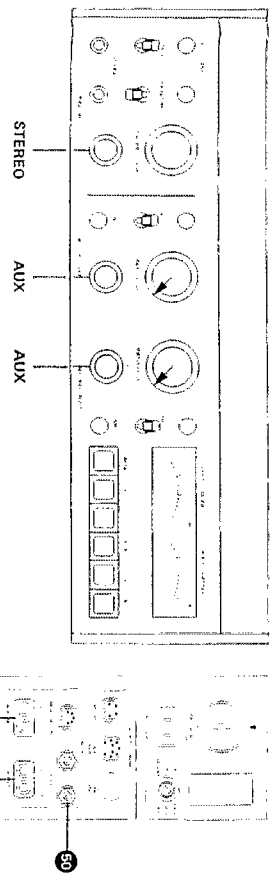

Fig. 6.4-3
- Bedienungselemente nach Fig. 6.4-3 einstellen.
- Set operating controls as per fig. 6.4-3.
- NF-Generator an Anschluss **AUX INPUT (49)** parallel anschließen.
- NF-Multivoltmeter an Ausgang **OUTPUT (51)** anschließen.
- Connect audio generator to both **AUX INPUTS (49)** in parallel.
- Connect audio multivoltmeter to **OUTPUT (51)**.
- Effectuez les commutations selon la fig. 6.4-3.
- Reconnectez un générateur SF aux entrées **AUX INPUT (49)**.
- Branchez un multivoltmètre à la sortie **OUTPUT (51)**.